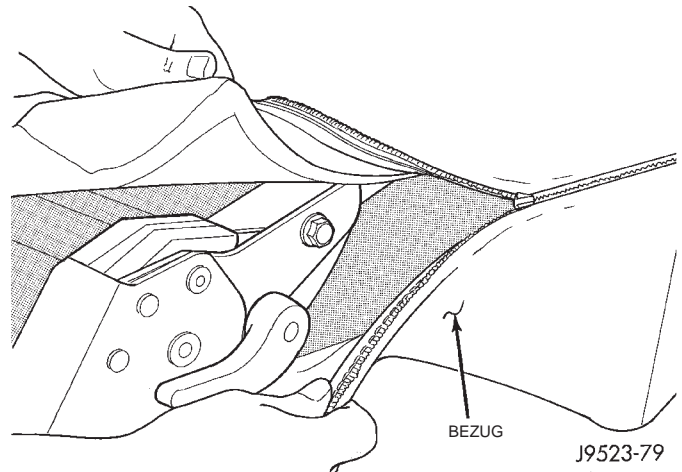

Abb. 9 Rückenlehnenbezug abziehen
(1) Rückenlehne aus dem Fahrzeug nehmen. Nach Bedarf näheres hierzu siehe "Ausbau".
(2) Kopfstütze ausbauen. Dazu den Drehknopf unter der Kopfstütze drehen und die Kopfstütze nach oben aus den Aufnahmen herausziehen.
(3) Reißverschluß (Abb. 9) der Sitzverkleidung aufziehen und Bezug von der Auflage von innen nach außen abziehen.
(4) Je nach Bedarf die Aufnahmen der Kopfstütze aus dem Rückenlehnenrahmen ausbauen. Dazu die Haltenasen der Aufnahme zusammendrücken und Aufnahme nach oben aus der Rückenlehnenhalterung herausnehmen.